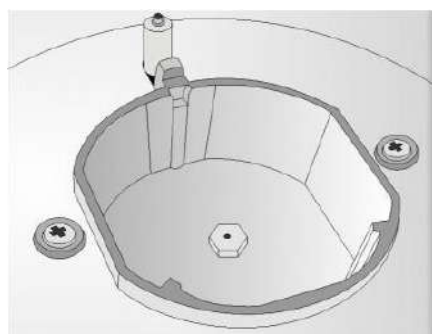
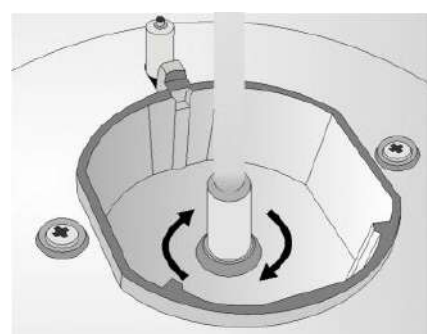

Рис. 8
Рис. 9
2. Сопло знаходиться в нижній частині корпусу пальника (Рис. 8). За допомогою накидного ключа відкрутити встановлене на заводі сопло (Рис. 9) та замінити його на відповідне для даного виду газу.